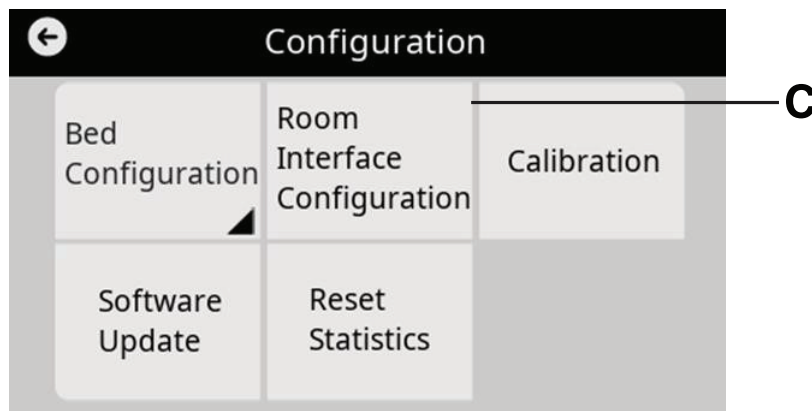

Рисунок 6 – Меню настройки ProCuity
4. В меню настройки выберите **Настройка интерфейса комнаты (C)** (Рисунок 6).